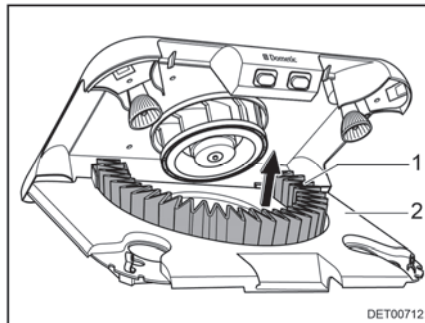

Fig. 129 Remplacer le filtre à charbon actif
- Retirer le filtre à charbon actif (Fig. 129,1) de son support par le haut.
- Pivoter le support à filtre (Fig. 129,2) vers le haut jusqu'à ce qu'il s'encastre.